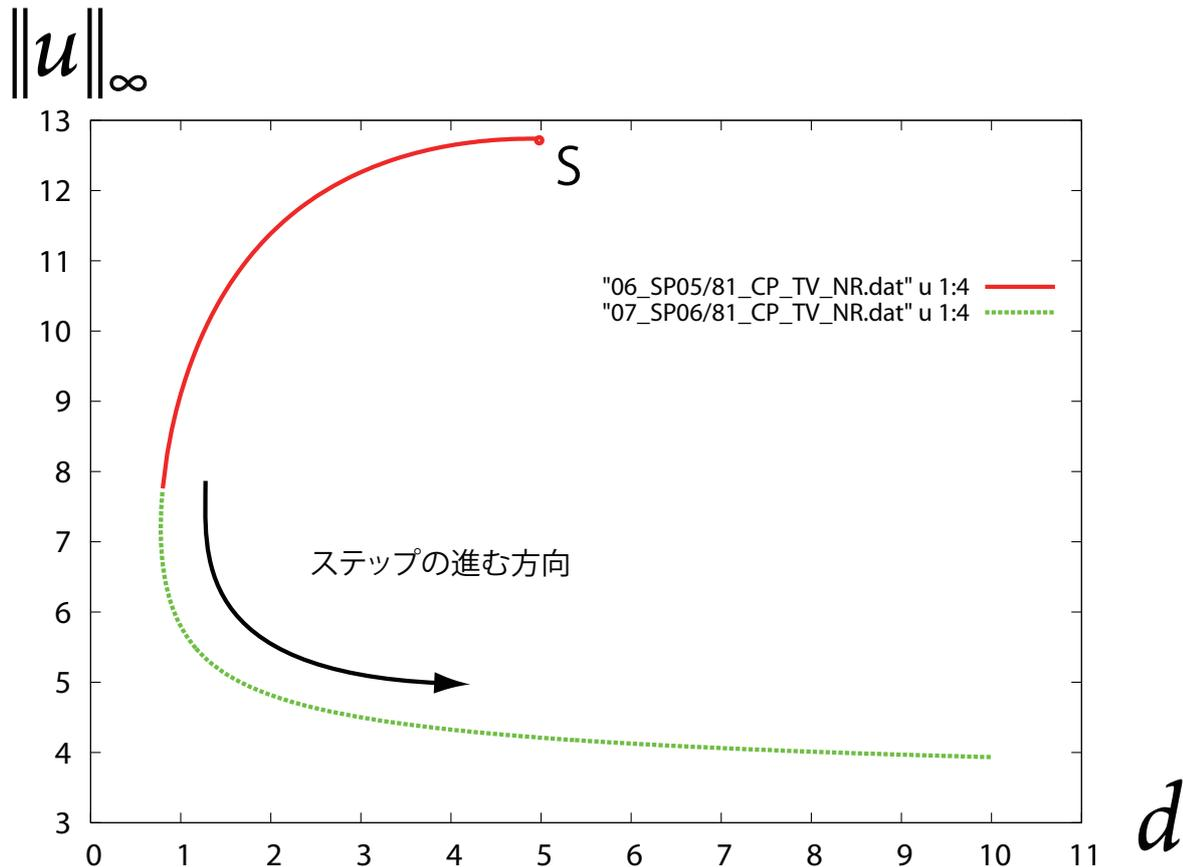

図 6.2.2: 定常パルス波の分岐図
と実行する. 分岐図は図 6.2.2 のようになる.
step1.2 から step1.6 までのデータを結合する. その際, 図 6.2.1 と図 6.2.2 をみるとわかるように分岐計算をすすめた向きがそれぞれ異なる. なので, ここでは step1.5 と step1.6 で求めたデータの向きを逆にして結合する.